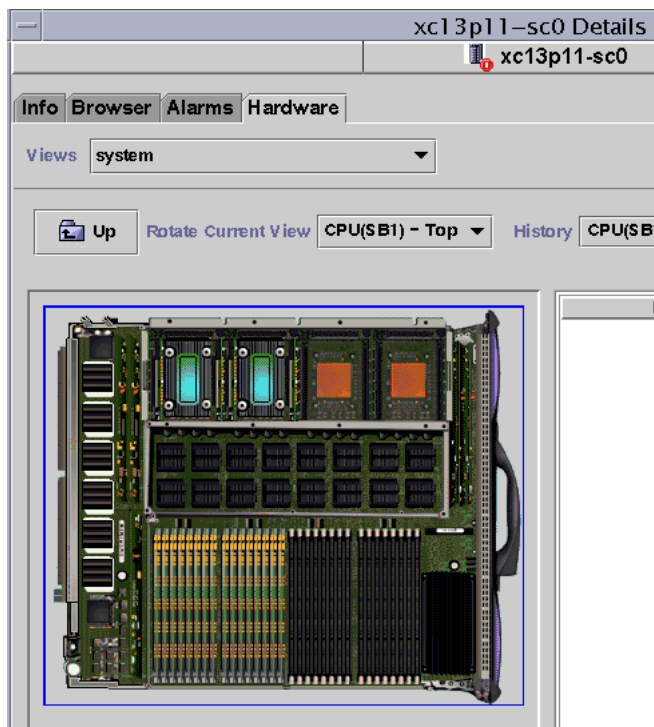

图 5-3 平台的物理视图中 CPU 板的顶端
5. 单击 Sun Fire 高端系统平台顶端插槽中的某一块 CPU 板, 以显示 CPU 板顶端的物理视图 (图 5-3)。